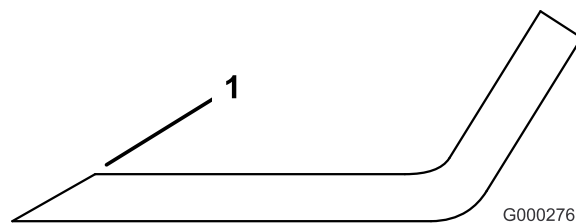

Bild 32
- Prüfen Sie die Schnittkanten der Messer. Schärfen sie, wenn die Kanten stumpf sind oder Kerben haben. Schärfen Sie nur die Oberseite der Schnittkanten und behalten dabei den ursprünglichen Schnittwinkel bei, um die Schärfe des Messers zu gewährleisten (Bild 32). Das Schnittmesser behält seine Auswuchtung bei, wenn von beiden Schnittkanten die gleiche Materialmenge entfernt wird.